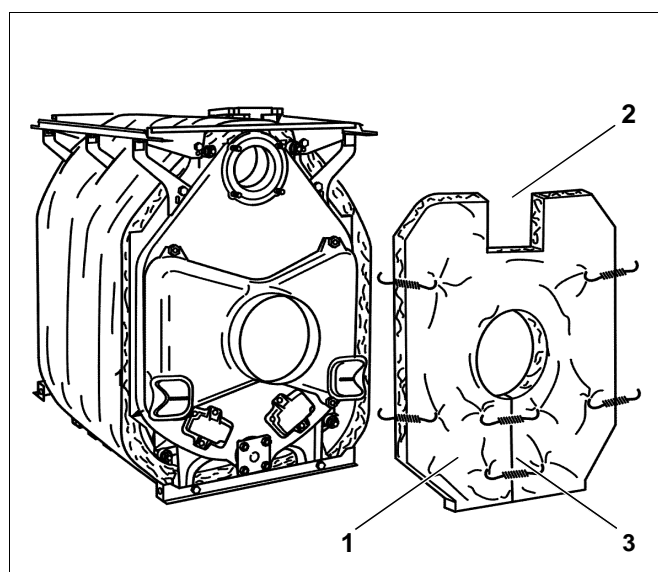

Fig. 45 Montaggio isolamento termica posteriore
- Spingere l'isolazione termica dell'elemento posteriore (fig. 45, **pos. 1**) sopra il tronchetto di scarico. Il ritaglio per l'attacco di ritorno della caldaia deve essere rivolto verso l'alto (fig. 45, **pos. 2**).
- Chiudere con una molla di fissaggio la fessura al di sotto del tronchetto di scarico (fig. 45, **pos. 3**).